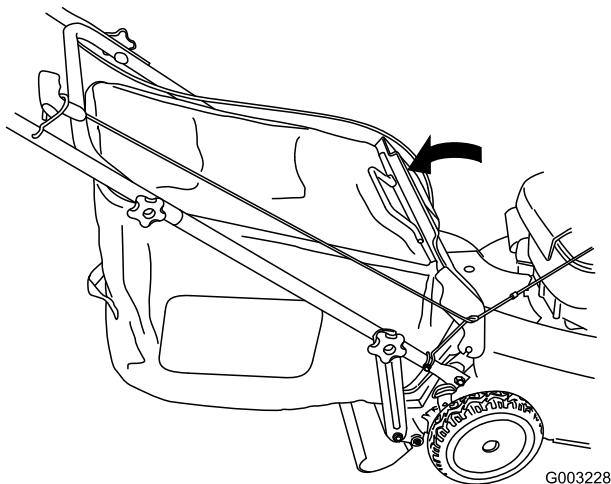

Figure 27
5. Abaissez le volet arrière (Figure 27).